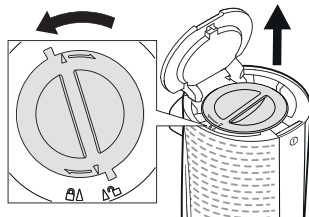

fig. 2
- Abra la tapa con el botón de desenganche de la tapa (B).
- Gire la tapa del filtro en sentido antihorario hasta que el puntero de la tapa coincida con el símbolo  (fig.2).